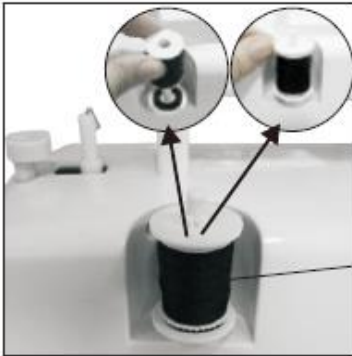

Fig.20
1. Breng een klos met draad aan op de klossen. (Fig.20)